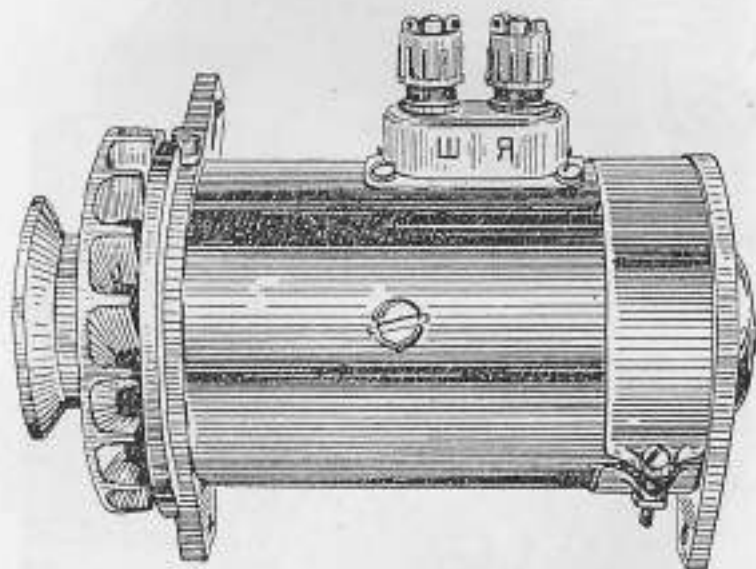

Abb. 41 Gesamtansicht der Lichtmaschine Л112-В
1. Lichtmaschine Л112-В (Abb. 41).